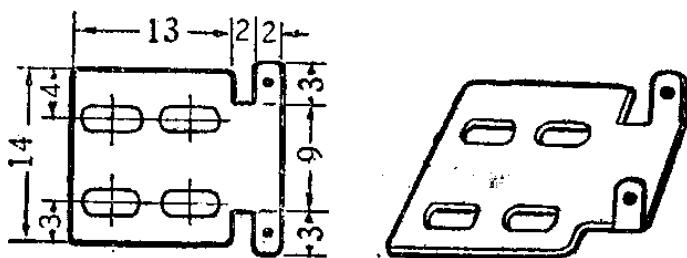

图 9-32
4. 銜鐵支架：式样大小如图9-32，用黃銅片制成，先剪好后折成